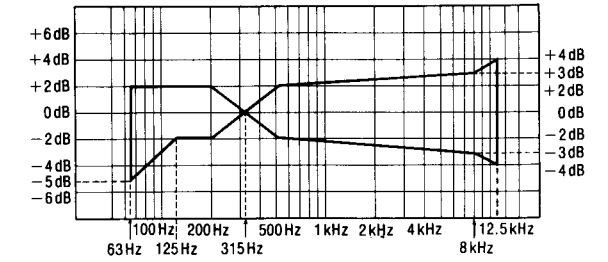

Fig. 6
- Asegurarse de que la respuesta de frecuencia esté dentro de la gama mostrada en la Fig. 6 para ambos CH-I y CH-D.